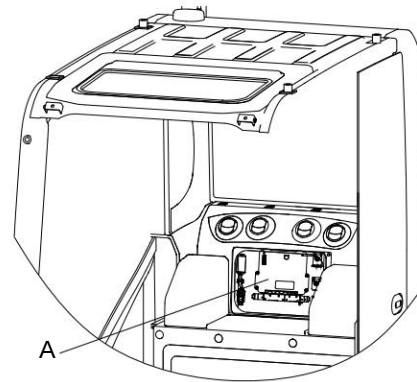

Figura 3-92
O controlador desta máquina está instalado dentro do conjunto do painel de controle na junção caixa na parte traseira da cabine. Consulte a Figura 3-92 (A).